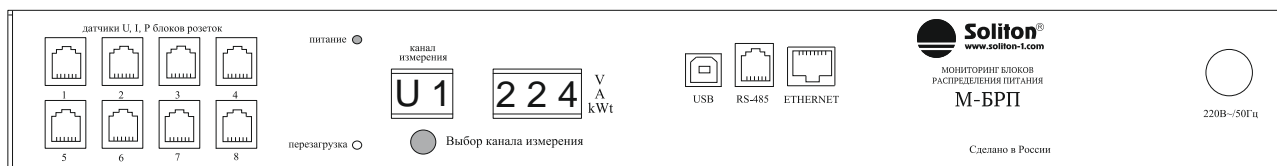
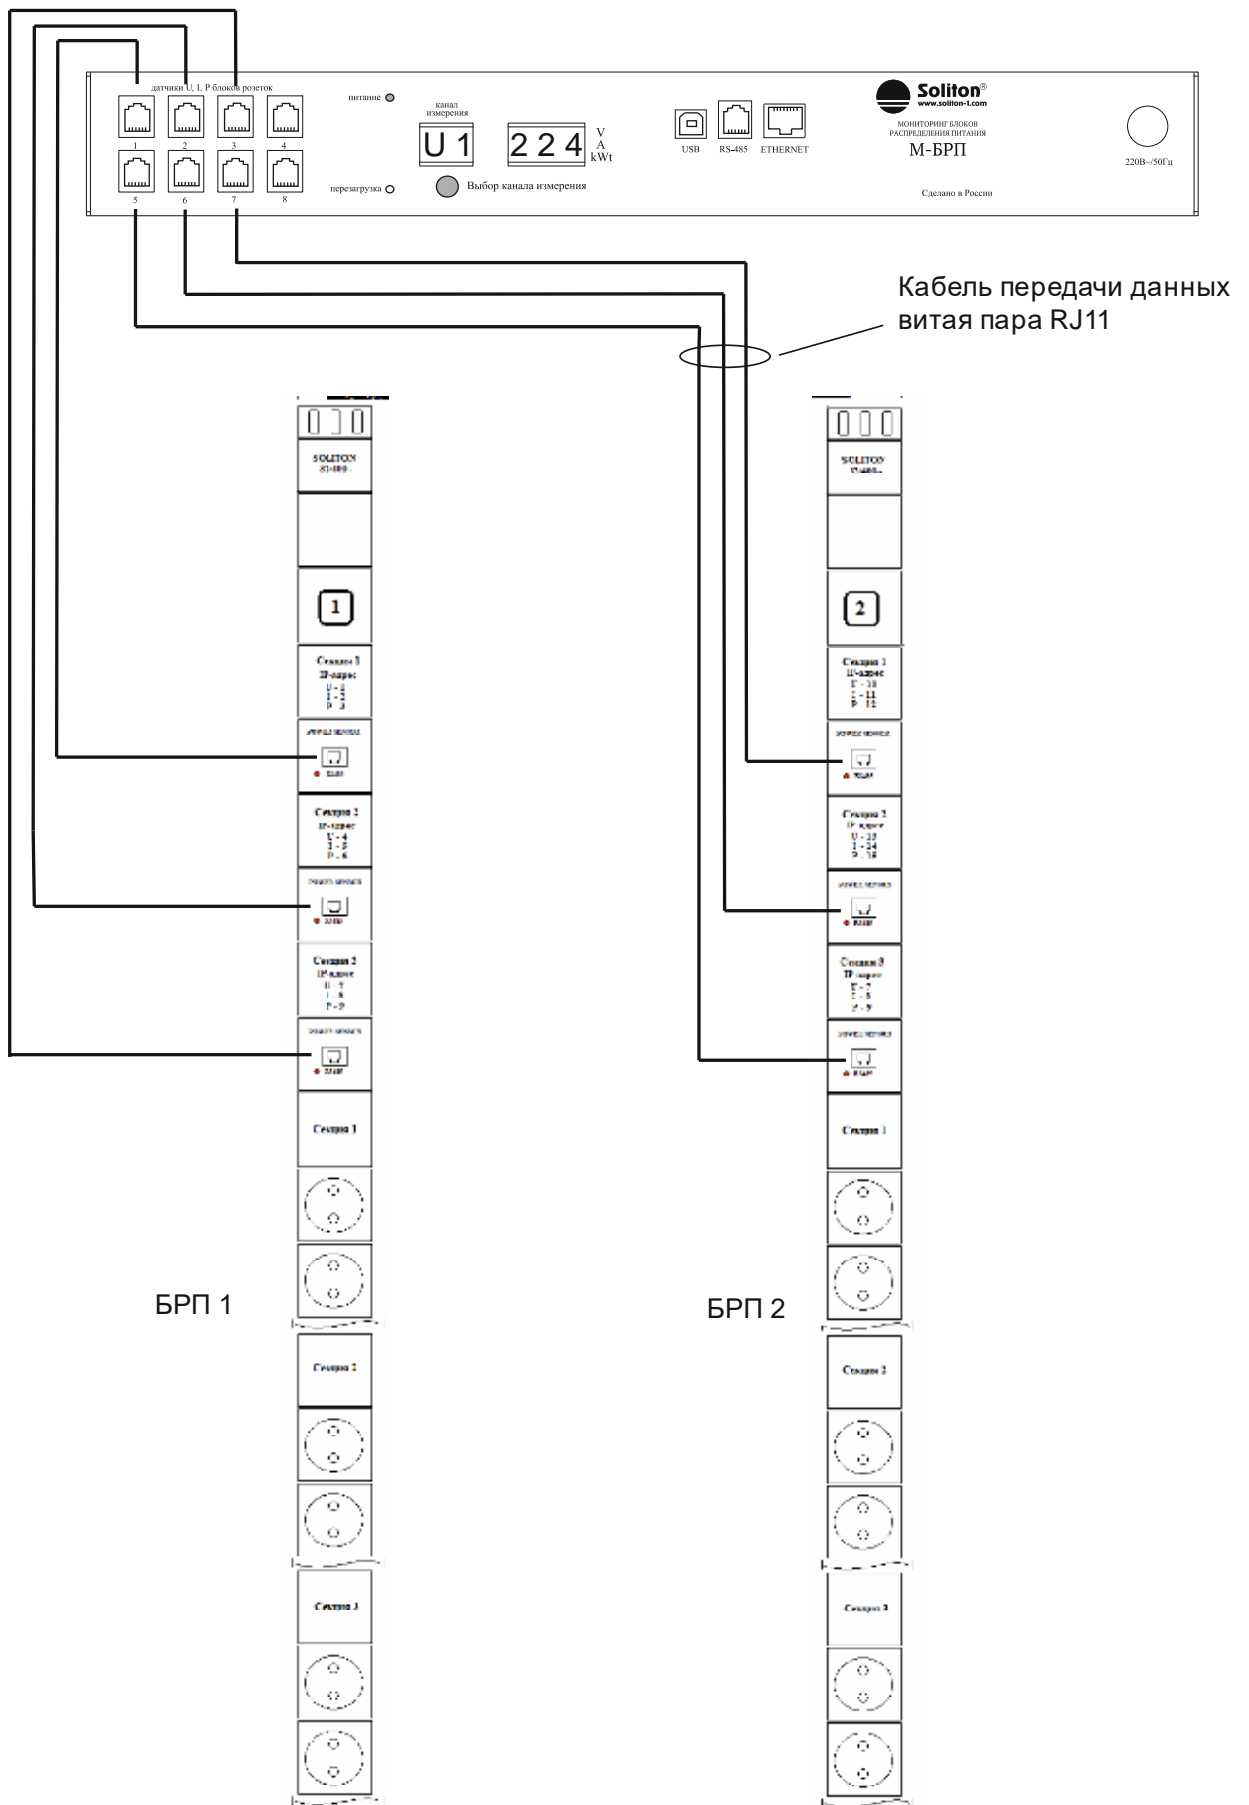

Рис.1 М-БРП, вид спереди
Рис.2 Схема подключения 3-х фазных БРП к системе мониторинга.
- 3) Соедините модули датчиков U, I, P с контроллером М-БРП кабелем шины передачи данных SoliBas RJ11(п.2.1). Для подключения датчиков U, I, P у контроллера М-БРП имеется 8 специализированных гнезд с левой стороны лицевой панели. На рис.2 приведен пример подключения двух трех-фазных БРП к системе мониторинга.
Датчики соединяются последовательно витой парой с RJ11 разъемом (Рис.2) и подключаются к разъему RS-485 на передней панели блока розеток (Рис.1).